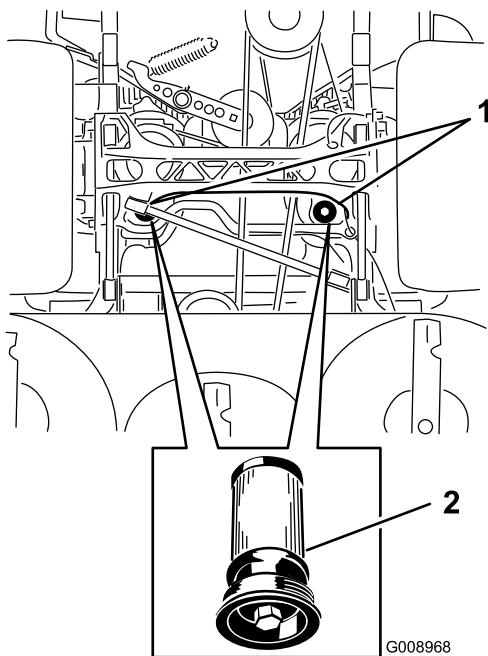

Figure 93
5. Placez un bac de vidange sous le filtre, retirez le filtre usagé et essuyez la surface (Figure 93).
6. Appliquez une fine couche de liquide hydraulique sur le joint en caoutchouc du filtre de rechange (Figure 93).